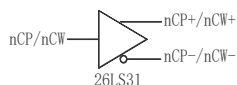

图 4.1.1-3
4.1.1-3 所示，nPZ+和 nPZ- 是一路差分输入，TTL 电平 26LS32 输入。图 4.1.1-4